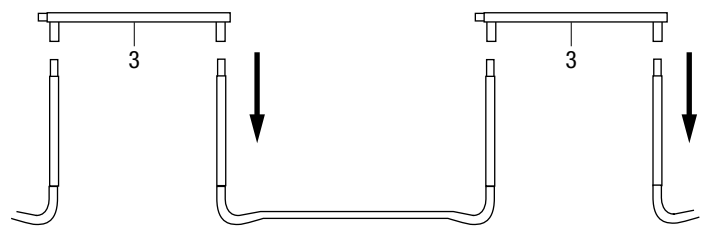

Abb. 3.1
- Für diesen Montageschritt benötigen Sie einen Helfer. Eine Person hält die Stützgruppe aus Schritt 2 in einer aufrechten (vertikalen) Stellung und steckt den Beinstützen eines Rahmenrohrs mit Beinstützen (3) auf ein Standbein der Stützgruppe. Die andere Person hält das andere Ende fest und steckt das Teil auf die andere Stützgruppe. Sie sollten jetzt 2 Stützgruppen haben, die durch ein oberes Rahmenrohr mit Beinstützen zusammengehalten werden. (Abb. 3.1)